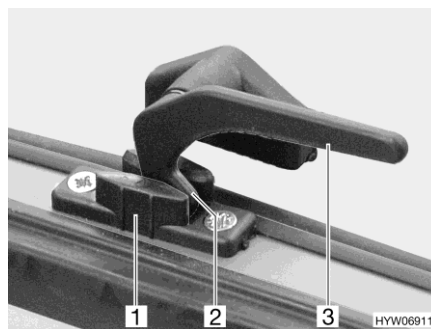

Fig. 65 Palanca de bloqueo (posición de "ventilación continua")
- En la posición "ventilación continua" (Fig. 65)
- Girar todas las palancas de bloqueo (Fig. 65,3) un cuarto de vuelta hacia la mitad de la ventana.
- Girar de nuevo hacia atrás las palancas de bloqueo. El saliente de bloqueo (Fig. 65,2) se ha de introducir para ello siempre en el rebaje del bloqueo de la ventana (Fig. 65,1).